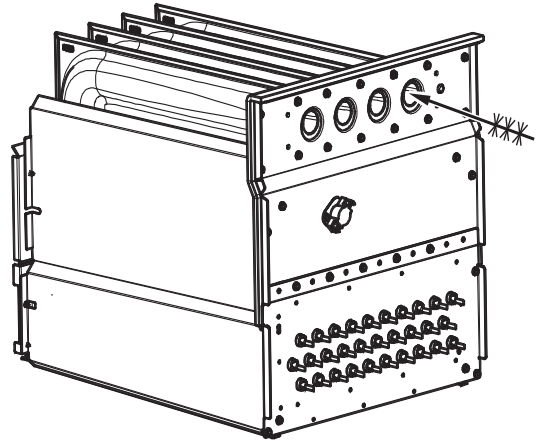

Fig. 72 – Limpieza de la celda del intercambiador de calor ^{A11273P}
7. Limpie las aberturas del intercambiador de calor con un cepillo blando y una aspiradora. Consulte la Fig. 72.